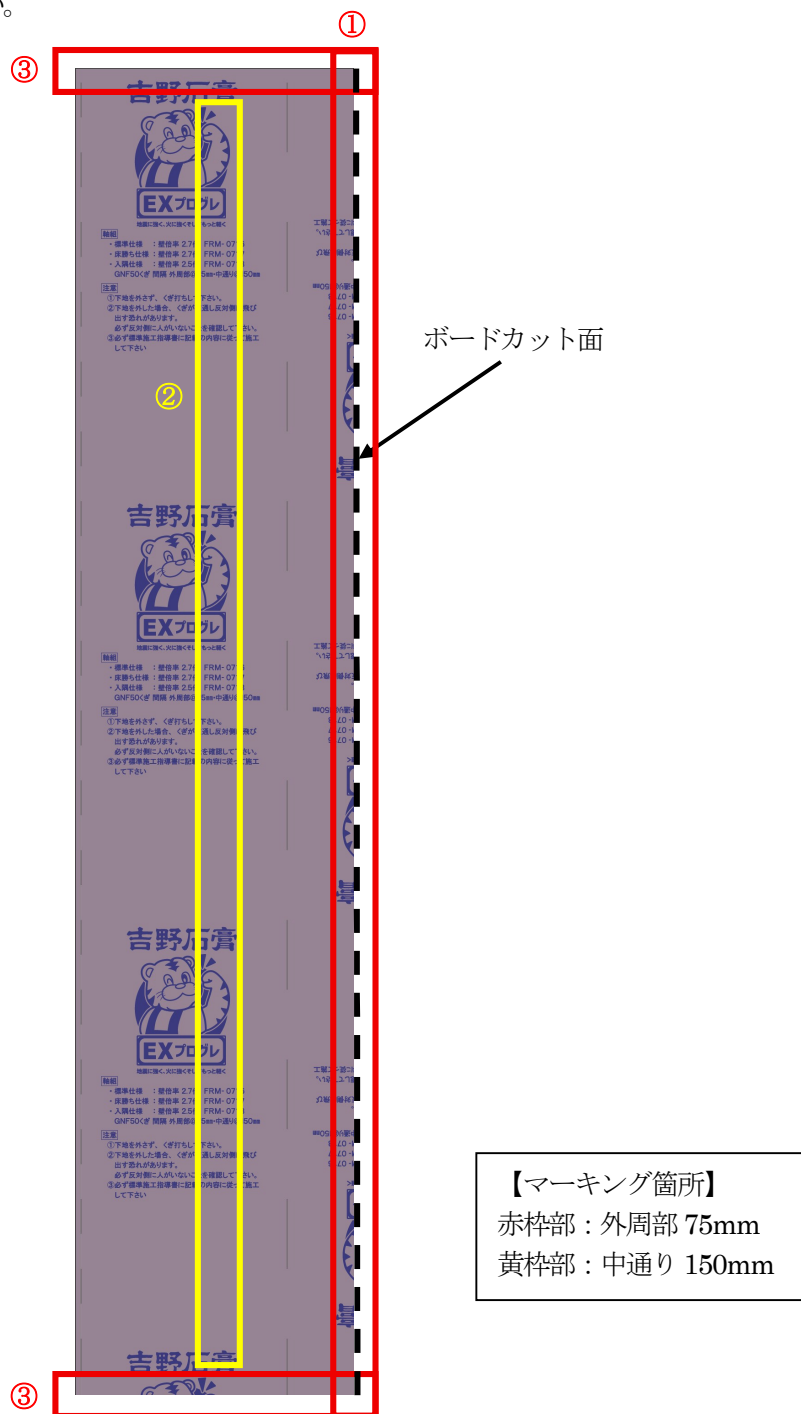

図4 タイガーEX プログレマーキング例
- ・長手方向にくぎピッチを示すマーカートを外周部 75mm 間隔、中通り 150mm 間隔の黒色の破線で示していますが、本認定（FRM-0780）でタイガーEX プログレを使用する場合は、必ず面材をカットする必要があります。よって図4を参考に、〔①カットによりマーカートが消失した外周部〕、〔②カットによりマーカートがズレた中通り〕および〔③短手方向外周部〕に、規定ピッチと縁端距離を守ってマーキングした上でくぎ打ちしてください。